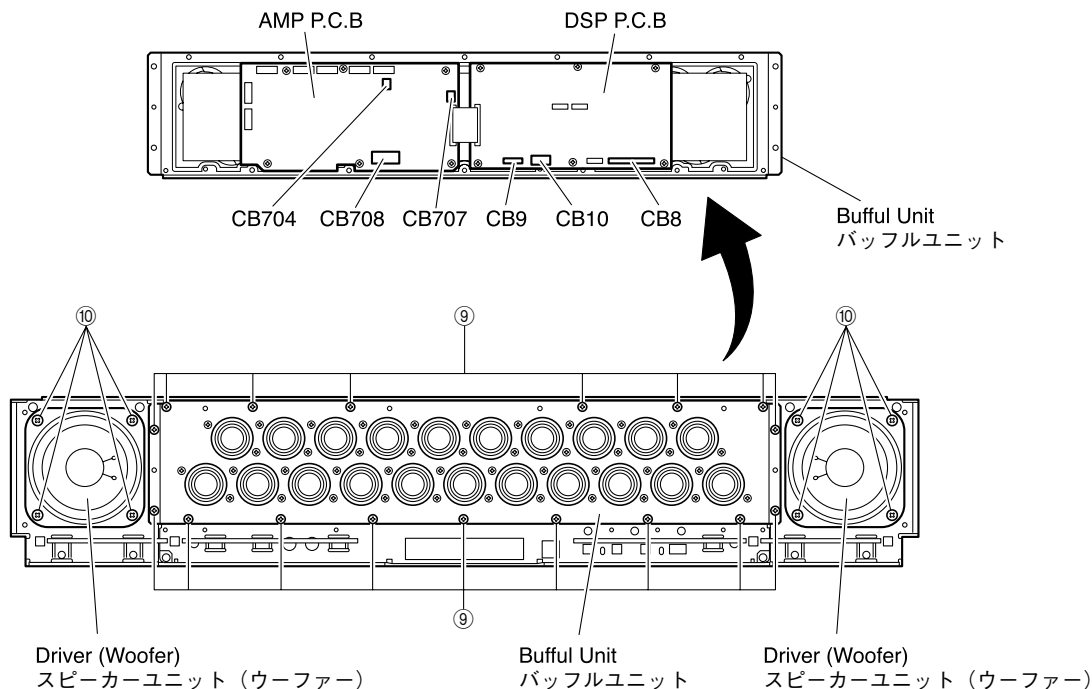

Fig. 3
- Remove 17 screws (⑨). (Fig. 3)
- Remove connectors CB8, CB9, CB10, CB704, CB707 and CB708. (Fig. 3)
- Remove the Bufful Unit. (Fig. 3)
- ⑨のネジ17本を外します。(Fig. 3)
- コネクターCB8、CB9、CB10、CB704、CB707、CB708を外します。(Fig. 3)
- バッフルユニットを取り外します。(Fig. 3)
- Remove 4 screws (⑩). (Fig. 3)
- ⑩のネジ4本を外します。(Fig. 3)